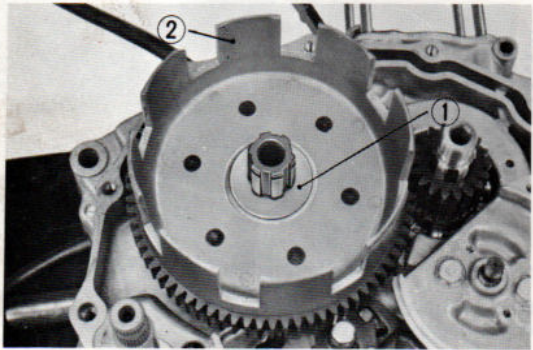

Fig. 68 Mise en place de la rondelle crantée
- 1) Remonter la cloche d'embrayage et le plateau de pression. (Fig. 68)
- 2) Replacer la rondelle crantée de 20mm. (Fig. 68)